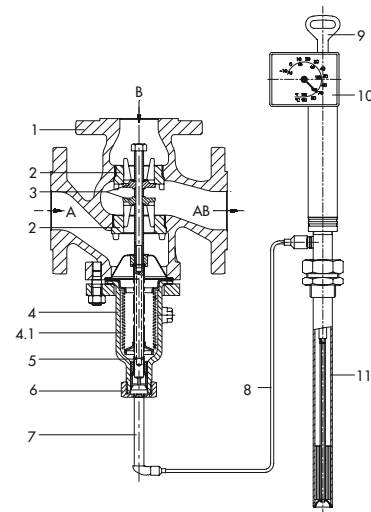
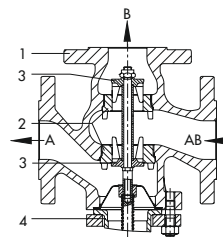

Bild 3: Temperaturregler mit Dreiwegeventil Typ 9 (DN 50) und Regelthermostat Typ 2231, Dreiwegeventil mit Kegelanordnung I, Pfeilrichtungen für Mischbetrieb
Bild 4: Dreiwegeventil Typ 9 mit Kegelanordnung II, Pfeilrichtungen für Verteilbetrieb
Wirkungsweise (vgl. Bild 3 und Bild 4)
Bei Mischventilen (vgl. Bild 3 mit Kegelanordnung I) werden die zu mischenden Medien bei A und B zugeführt. Der Gesamtstrom fließt bei AB ab. Der Durchfluss von A oder B nach AB ist von der freigegebenen Fläche zwischen den Sitzen (2) und den Kegeln (3) und damit von der Stellung der Kegelstange (5) abhängig. Bei steigender Temperatur wird Anschluss A geöffnet und Anschluss B geschlossen.
Bei Verteilventilen wird dagegen das Medium bei AB zugeführt und die Teilströme fließen bei A oder B ab. Der Durchfluss von AB nach A oder B ist von der Stellung der Kegelstange abhängig. Verteilventile weisen die Kegelanordnung II (vgl. Bild 4) auf. Dabei wird bei steigender Temperatur Anschluss A geschlossen und Anschluss B geöffnet.